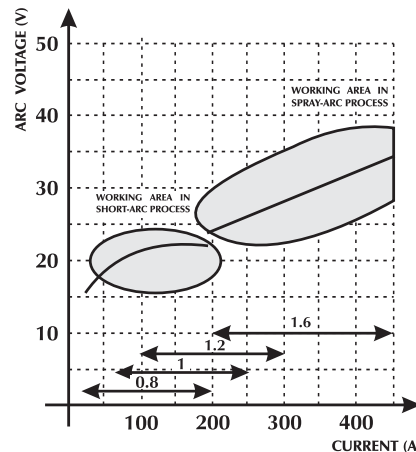

Fig.9 Diagram för val av optimala arbetsförutsättningar.
- Trådmatningshastigheten står i relation till svetsströmmen. Förhållandet mellan olika svetsningsparametrar framgår av Fig.9 och 10.